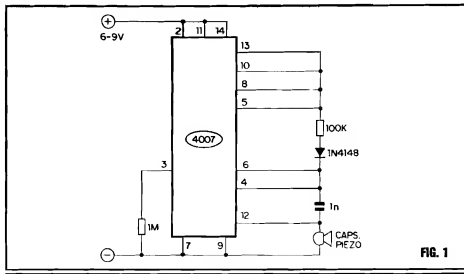

FIG. 1
**- FIG. 1 - DIAGRAMA ESQUEMÁTICO DO CIRCUITO** - O mencionado Integrado C.MOS é um 4007, que contém somente um simples inversor, mais dois pares complementares de transistores de efeito de campo, de tecnologia Óxido Metálico de Silício (a própria "raiz" dos C.MOS...). Esse singelo conteúdo, pelo elevado ganho dos seus "componentes", pode ser facilmente levado a oscilar, numa configuração bastante próxima da já estudada, quando vimos os arranjos ASTÁVEIS com *gates* C.MOS...